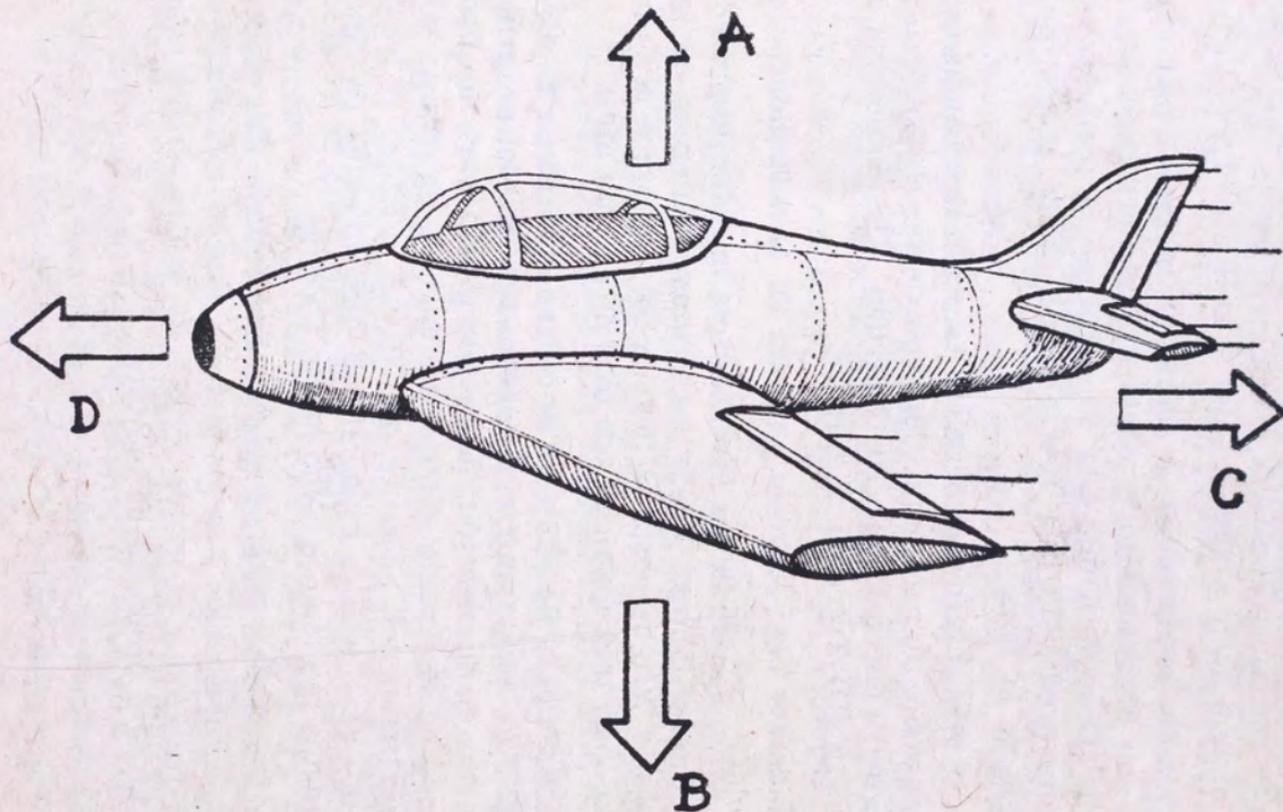

Figura 28. El aeroplano
En el dibujo podemos observar también las fuerzas que actúan sobre un aeroplano. Como puede ver el lector, son: (A) Fuerza ascensional. (B) Gravedad. (C) Resistencia al avance y (D) Tracción. Figura 28.